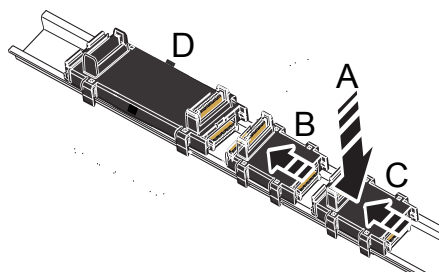

Abb. 10-9: S20-Bussockelmodule untereinander und mit dem Steuerungsbussockelmodul verbinden
2. Montieren Sie die S20-Bussockelmodule wie in Abb. 10-9 "S20-Bussockelmodule untereinander und mit dem Steuerungsbussockelmodul verbinden" auf Seite 22 gezeigt.